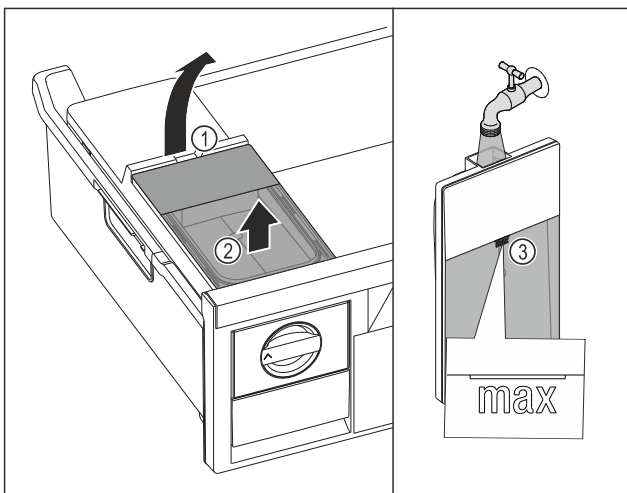

Fig. 75
- ▶ Watertank aan de uitsparing Fig. 75 (1) optillen.
- ▶ Watertank naar boven toe verwijderen. Fig. 75 (2)
- ▶ Watertank tot de markering Fig. 75 (3) vullen met drinkwater.